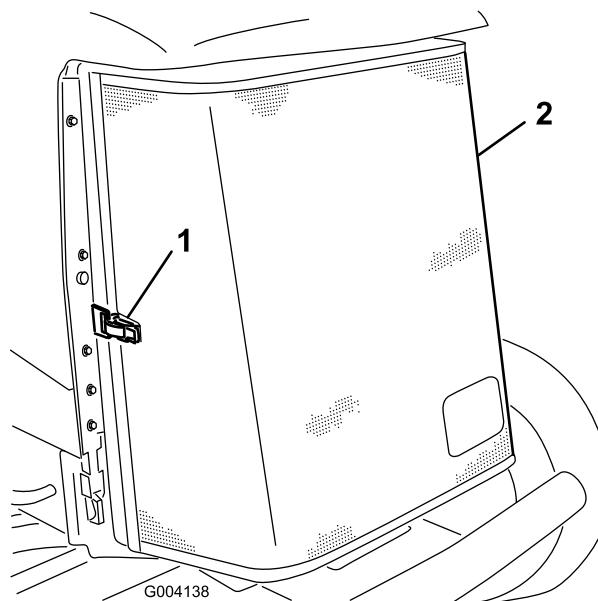

Figura 95
3. Desprenda a braçadeira e articule para abrir o painel traseiro (Figura 95).